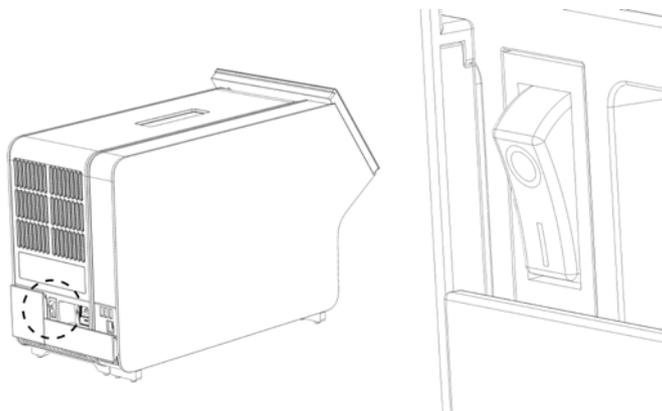

Figura 21. Ubicación del interruptor de alimentación y configuración en la posición "I".
- Encienda el instrumento pulsando el interruptor de alimentación situado en la parte posterior del módulo analítico en la posición "I" (figura 21). Compruebe que los indicadores de estado del módulo analítico y del módulo operativo sean de color azul.